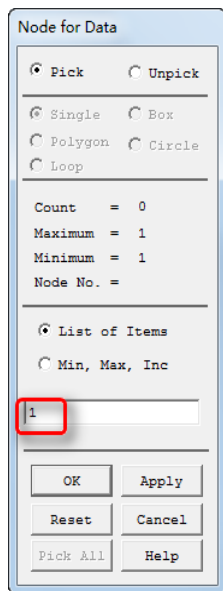
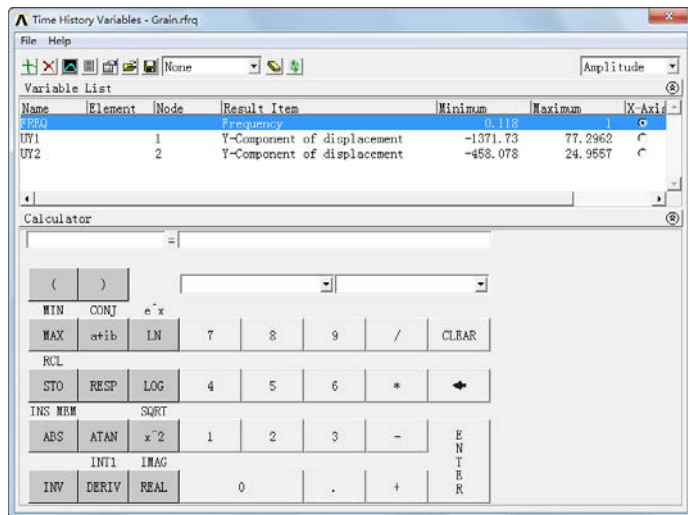

图 14-39 “Node for Data”拾取菜单
图 14-40 “Time History Variables”对话框 (2)
③弹出“Node for Data”拾取菜单, 如图 14-39 所示, 在拾取菜单的空白处输入 1, 单击“OK”按钮, 返回到“Time History Variables”对话框, 此时变量列表里面多了一项 UY_1 变量。
⑤弹出“Node for Data”拾取菜单, 如图 14-39 所示, 在拾取菜单的空白处输入 2, 单击“OK”按钮。返回到“Time History Variables”对话框, 此时变量列表里面多了一项“UY_2”变量, 如图 14-40 所示。
⑥单击“Time History Variables”对话框左上角的 File > Close 关闭它。